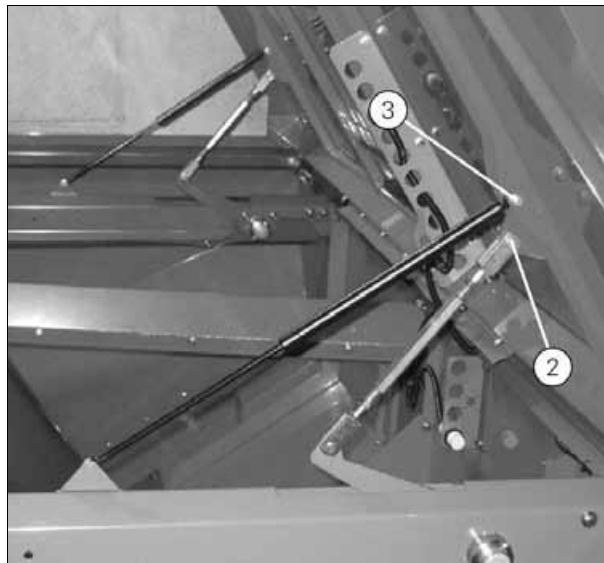

Рис. 1.
- Заверните болт крепления пневматической распорки (3) *рис. 1*, затем заверните болт с головкой под шплинт (2) *рис. 1* крепления тяги.